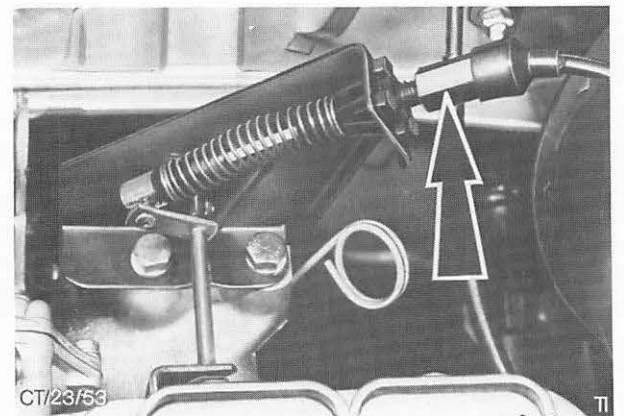

Abb. 153 Vergaser-Betätigungszug mit Einstellhülse
6. Einstellhülse bzw. -mutter soweit herausschrauben bzw. gegen den Halter vordrehen, bis das Drosselklappengestänge gerade die Vollgasstellung erreicht. Abb. 153.